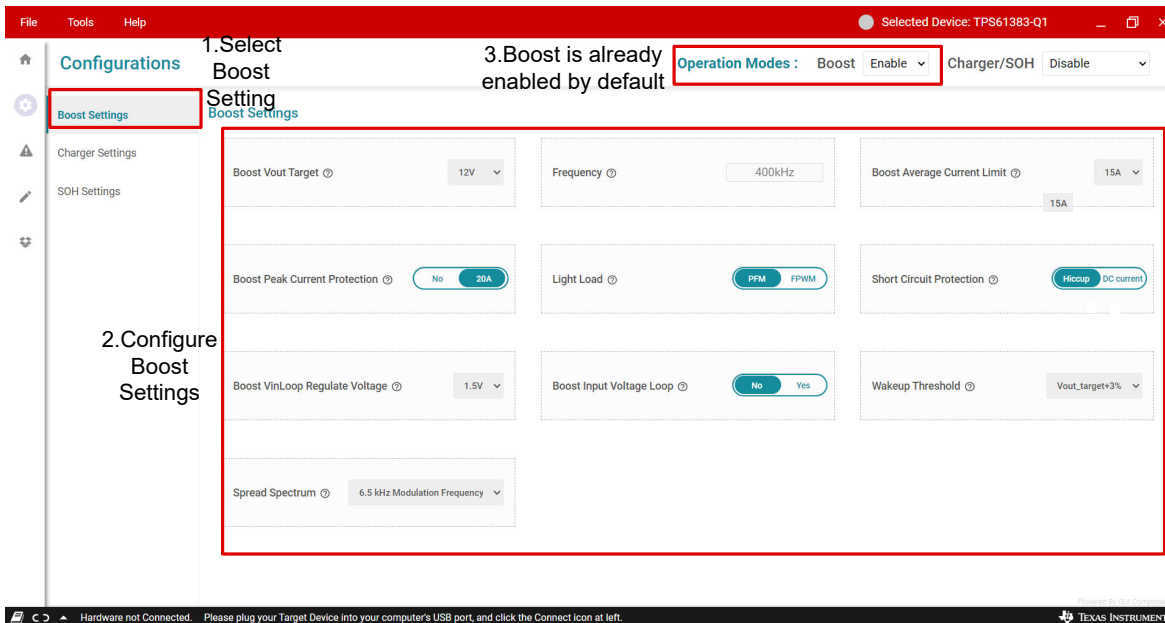

图 3-3. 升压设置表
4. 单击 **Start** 按钮，GUI 将自动打开 **Configuration** 屏幕（请参阅图 3-3）。默认情况下启用 TPS61383 升压的设置。默认输出电压为 12V。根据设计目标设置升压模式输出电压、电流限制点等。